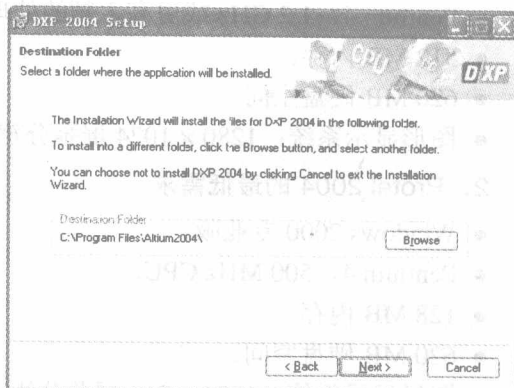

图 1-4 选择安装路径
(4) 单击 按钮进入如图 1-4 所示的 Protel 2004 安装路径窗口。在该窗口中用户可选择安装路径, 单击 按钮直接在硬盘中进行浏览选择。一般选择默认的缺省路径“C:\Program Files\Altium2004\”。